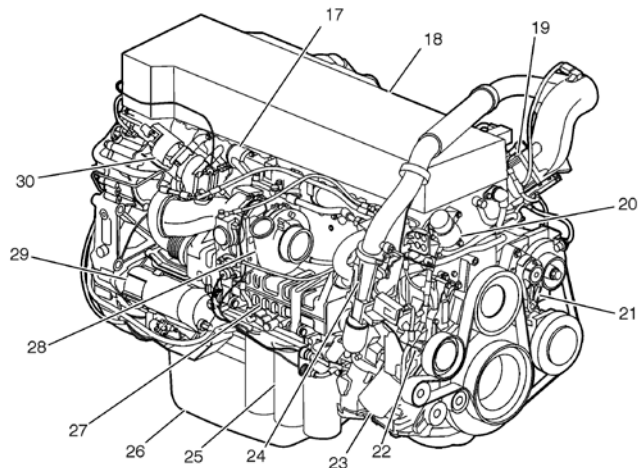

FIGURE 1 : VUE D'ENSEMBLE DU MOTEUR D13H, CÔTÉ TURBOPRESSEUR
3. Accéder au démarreur (pièce 29 sur la FIGURE 1) du côté du turbocompresseur (côté gauche).